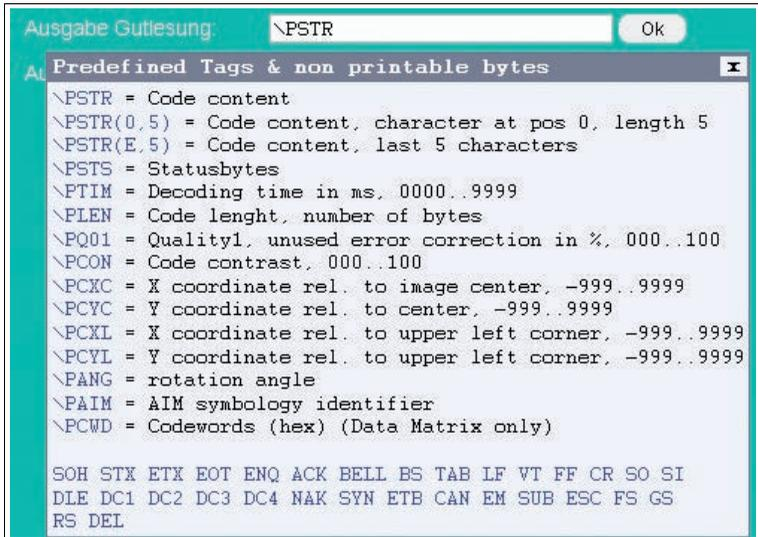

Abbildung 7.10 Popup Fenster Gutlesung - Schlechtlesung
- **Ausgabe Gutlesung:** Eingabe der Zeichenkette, welche bei einer erfolgreichen Dekodierung ausgegeben wird. Dieses Feld verfügt über eine Tooltipfunktionalität. Wenn der Mauszeiger länger als 1 Sekunde über einem der beiden Eingabefeldern verweilt, erscheint eine Tabelle → siehe Abbildung 7.10 auf Seite 30. In der Tabelle sind Platzhalter beschrieben, die manuell oder per Mausklick eingefügt werden können. Zur Zeit können folgende Informationen als Teil des Ausgabestrings ausgegeben werden: Codeinhalt, Codelänge, Status, Dekodierzeit, Symbolkoordinaten etc. Die Beschreibung dieser Platzhalter finden Sie im Anhang siehe Kapitel 9.3.
- **Ausgabe Schlechtlesung:** Eingabe der Zeichenkette, welche bei einer nicht erfolgreichen Dekodierung ausgegeben wird. Ein Timeout Fehler führt ebenfalls zur Ausgabe dieser Daten. Wenn der Mauszeiger länger als 1 Sekunde über einem der beiden Eingabefeldern verweilt, erscheint eine Tabelle → siehe Abbildung 7.10 auf Seite 30. In der Tabelle sind Platzhalter beschrieben, die manuell oder per Mausklick eingefügt werden können. Zur Zeit können folgende Informationen als Teil des Ausgabestrings ausgegeben werden: Status, Dekodierzeit. Die Beschreibung dieser Platzhalter finden Sie im Anhang siehe Kapitel 9.3.
- **Ausgabe Gutlesung:** Eingabe der Zeichenkette, welche bei einer erfolgreichen Dekodierung ausgegeben wird. Dieses Feld verfügt über eine Tooltipfunktionalität. Wenn der Mauszeiger länger als 1 Sekunde über einem der beiden Eingabefelder verweilt, erscheint eine Tabelle → siehe Abbildung 7.10 auf Seite 30. In der Tabelle sind Platzhalter beschrieben, die manuell oder per Mausklick eingefügt werden können. Zur Zeit können folgende Informationen als Teil des Ausgabestrings ausgegeben werden: Codeinhalt, Codelänge, Status, Dekodierzeit, Symbolkoordinaten etc. Die Beschreibung dieser Platzhalter finden Sie im Anhang siehe Kapitel 9.3.
- **Ausgabe Schlechtlesung:** Eingabe der Zeichenkette, welche bei einer nicht erfolgreichen Dekodierung ausgegeben wird. Ein Timeout Fehler führt ebenfalls zur Ausgabe dieser Daten. Wenn der Mauszeiger länger als 1 Sekunde über einem der beiden Eingabefelder verweilt, erscheint eine Tabelle → siehe Abbildung 7.10 auf Seite 30. In der Tabelle sind Platzhalter beschrieben, die manuell oder per Mausklick eingefügt werden können. Zur Zeit können folgende Informationen als Teil des Ausgabestrings ausgegeben werden: Status, Dekodierzeit. Die Beschreibung dieser Platzhalter finden Sie im Anhang siehe Kapitel 9.3.